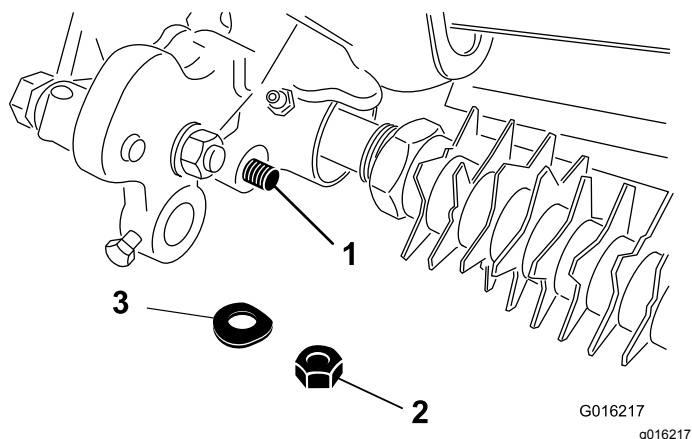

Figure 14
- Fixez le côté tige du bras de réglage à l'entraînement du groomer avec la rondelle et le contre-écrou retirés précédemment (Figure 14).
- Fixez le côté tige du bras de réglage à l'entraînement du groomer avec une rondelle et un contre-écrou (Figure 14).